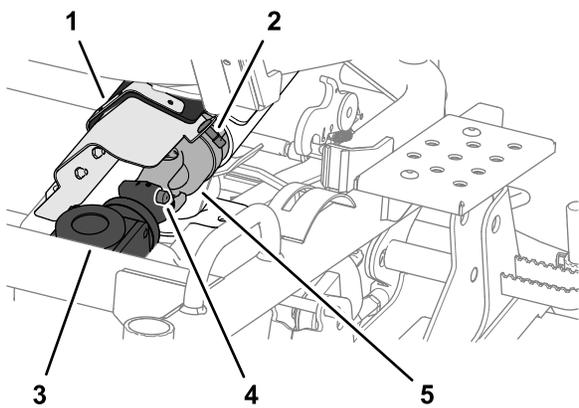

図 112
- ベルトカバーについているユニバーサルジョイントのカバーの固定具を 1/4 回転させてカバーを開く 図 112。
2. 刈り込みデッキのギアボックスから駆動シャフトの前端部を外すスプリング負荷がかかっているピンを押しながら駆動シャフトを後方に引くと外れる 図 112。
1. 駆動シャフトのユニバーサルジョイントのスプラインと、ギアボックスのカップリングのスプラインとを合わせる 図 112 刈り込みデッキのギアボックスからの駆動シャフトの取り外し (ページ 72) を参照。
2. スプリング付きピンを押し込んでから駆動シャフトを前方に押し込む 図 112 刈り込みデッキのギアボックスからの駆動シャフトの取り外し (ページ 72) を参照。
3. スプリング付きピンから手をはなし、駆動シャフトのユニバーサルジョイントがギアボックスに固定されていることを確認する 図 112 刈り込みデッキのギアボックスからの駆動シャフトの取り外し (ページ 72) を参照。
4. ユニバーサルジョイントのカバーを閉じて、1/4 回転固定具でベルトカバーに固定する 図 112 刈り込みデッキのギアボックスからの駆動シャフトの取り外し (ページ 72) を参照。